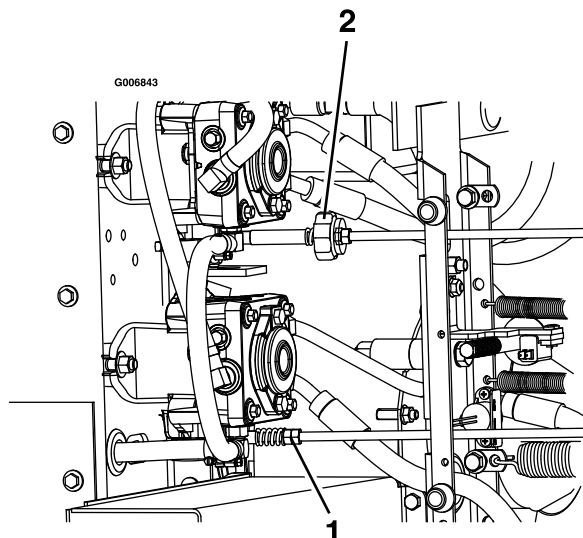

Figura 57
de control de la bomba, que conectan el control de dirección a los brazos de control de la bomba, hasta que las ruedas se detengan o se muevan ligeramente hacia atrás (Figura 57).
11. Ajuste el acoplamiento de la bomba derecha usando una llave para girar las tuercas dobles del conjunto (Figura 57)